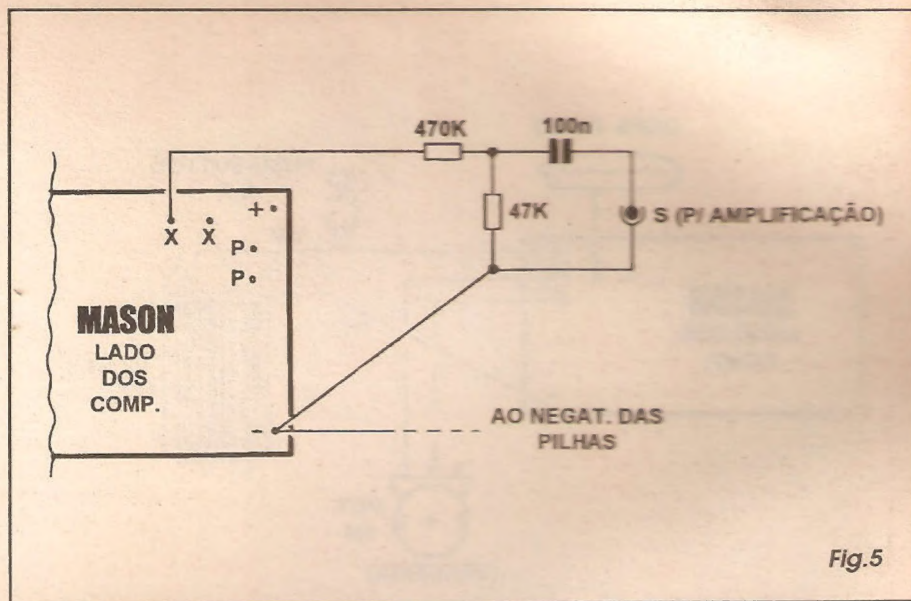

Fig.5
- FIG. 5 - EXTRAINDO OS SINAIS DA MASON, PARA AMPLIFICAÇÃO DE POTÊNCIA - Conforme mostra claramente o diagrama (setor da placa observado pela face não cobreada...), é fácil *puxar* o sinal da MASON para a entrada *auxiliar* de um amplificador de potência convencional (seja alimentado por bateria, seja energizado diretamente pela rede C.A. local...): basta *não incluir* o transdutor piezo, e anexar os três componentes indicados, ligados *nos conformes* da figura! Observar que apenas um dos pontos X-X é utilizado, desprezando-se o outro (pode-se escolher qualquer dos dois, para a função ativa...). No restante, as ligações devem permanecer como na FIG. 4... Uma dica: se (como é muito provável...) a alimentação geral do módulo amplificador de potência anexado for em valor superior aos 6 VCC necessários ao circuito da MASON, é possível, através de um pequeno arranjo com diodo zener e resistor, *furtar* a energia para o módulo do dito amplificador, sem problemas, mesmo porque o regime mínimo de corrente da MASON absolutamente não interferirá com o funcionamento do amplificador...